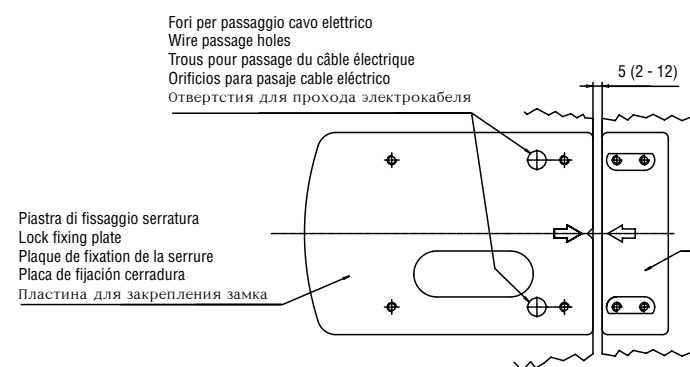
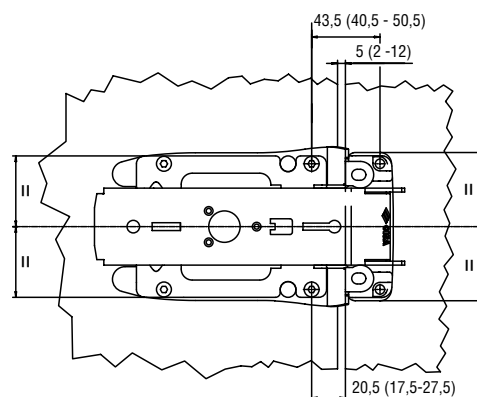
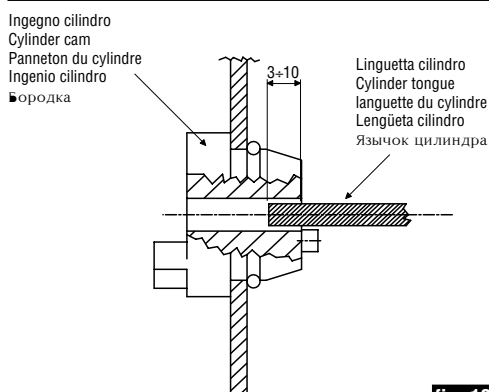

fig. 8
fig. 9
fig. 10
- а) В арт. 1 А721 и 1 А731 присварить к ограждениям пластины закрепления замка и планки на уровне стоек таким образом, чтобы стрелки находящиеся на самих пластинах, соответствовали (рис. 8). Убедиться в том, чтобы расстояние между двумя стойками находилось в рамках доступа, поскольку насадка снабжена "качающейся осью" с колебанием хода от 2 до 12 мм (рис. 9).
- д) В случае арт. 1А610/611/630/631 (без пластин предварительного закрепления) закрепить планку с фланцем на уровне косяка и замок к двери. Убедиться в том, чтобы расстояние между осью передних отверстий винтов закрепления замка и уровнем планки находилось в рамках доступа, так как планка снабжена "качающейся осью" с колебанием хода от 17,5 до 27,5 мм (рис. 9). В версиях с отдельным цилиндром, арт. 1А610 и 1А630, необходимо, чтобы во время монтажа цилиндра его язычок вошел в бороздку хотя бы на 3 мм, но не больше 10 мм (в случае необходимости отрезать лишнее) (рис. 10).